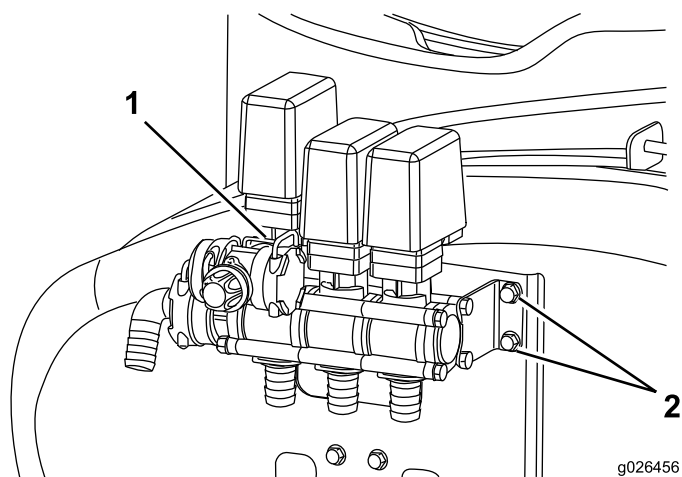

図2
- バイパスバルブ固定ピンを外してバルブを外す図2。
- バルブアセンブリを機体に固定しているボルトを外してバルブアセンブリを外す図2。